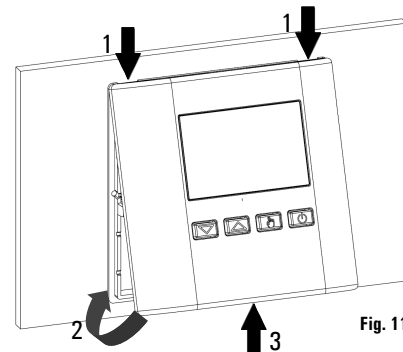

Fig. 11
- Drej dækslet og med en finger skub plastikfligen på basens nederste del indad (angivet med pilen i fig. 11) og udøv et tryk, der udløser plastikfligen til fastgørelse inde i hullet.